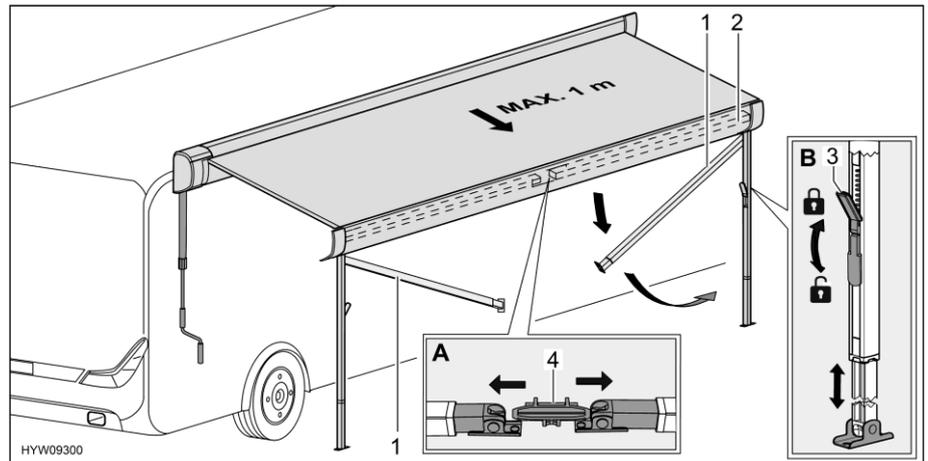

Fig. 33 Preparar los pies de apoyo
- Separar los pies de apoyo (Fig. 33,1) del soporte (Fig. 33,4) en el listón frontal (Fig. 33,2). Para ello, empujar los pies de apoyo ligeramente hacia fuera (Fig. 33,A).
- Soltar los bloqueos (Fig. 33,3) de los pies de apoyo. Para ello, plegar hacia abajo la palanca de bloqueo.
- Extraer la parte inferior de los pies de apoyo a la longitud deseada (Fig. 33,B).
- Cerrar los bloqueos (Fig. 33,3) de los pies de apoyo. Para ello, plegar hacia arriba la palanca de bloqueo.